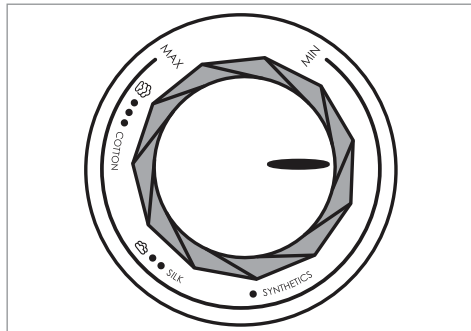

Fig. 2
- 3) Impostare la temperatura desiderata con il regolatore di temperatura  (vedere tabella sottostante e fig. 2).